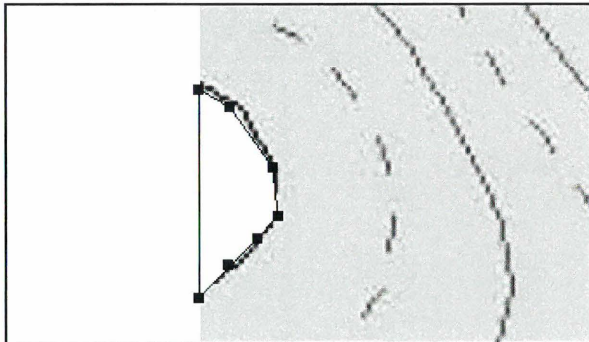

Fig. 10.24. Placer punkterne langs linierne i billedet
- Placer punkter ovenpå linierne/højdekoterne i billedet (Fig. 10.24).